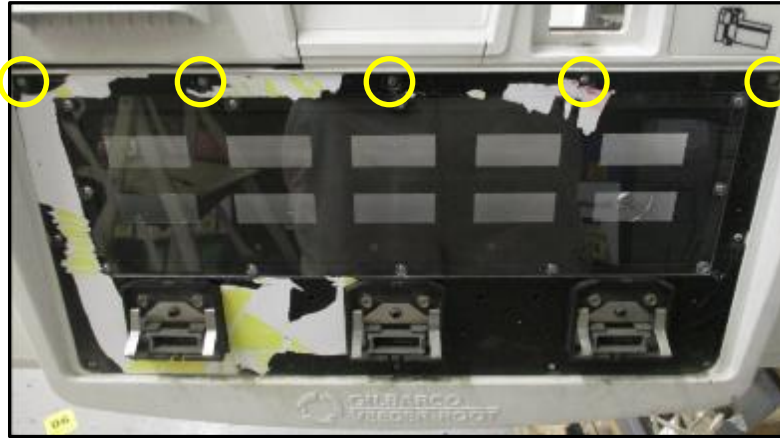

Fig 1.13 – Emplacement des vis de fixation sur le produit ID Plexi-Bezel
- 15.** Retirez et jetez les cinq vis de fixation supérieures sur le plex-lunette Product ID à l'avant de la porte du distributeur. (Fig. 1.13)